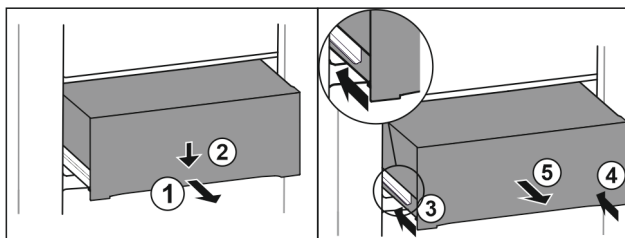

Fig. 112
- ▶ Zásuvku napůl vytáhněte. Fig. 112 (1)
- ▶ Stlačte zásuvku na přední straně dolů. Fig. 112 (2)
- ▶ Zasuňte levou kolejničku přibližně do 2 cm. Fig. 112 (3)
- ▶ Zasuňte pravou kolejničku přibližně do 2 cm. Fig. 112 (4)
- ▶ Vyjměte zásuvku dopředu. Fig. 112 (5)